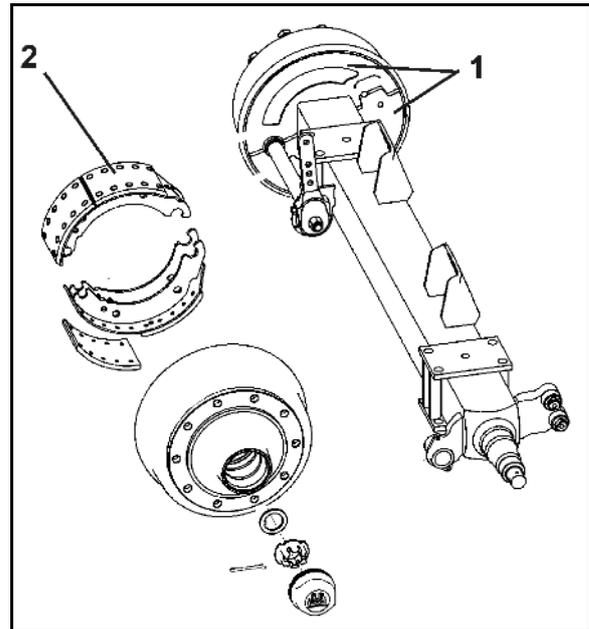

Fig. 137
1. Dévisser les deux tôles de recouvrement (Fig. 137/1) à l'intérieur du tambour de frein.
Les salissures peuvent se déposer sur les garnitures de frein (Fig. 137/2) et réduire considérablement la puissance des freins.